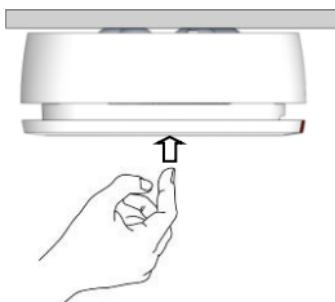

Figura 12
- Premere il coperchio energicamente (*vedere Figura 12*). Se il rivelatore funziona correttamente, verrà attivato un allarme incendio (*vedere Indicatori Acustici e Ottici*) e un evento di allarme verrà trasmesso al sistema ricevente.